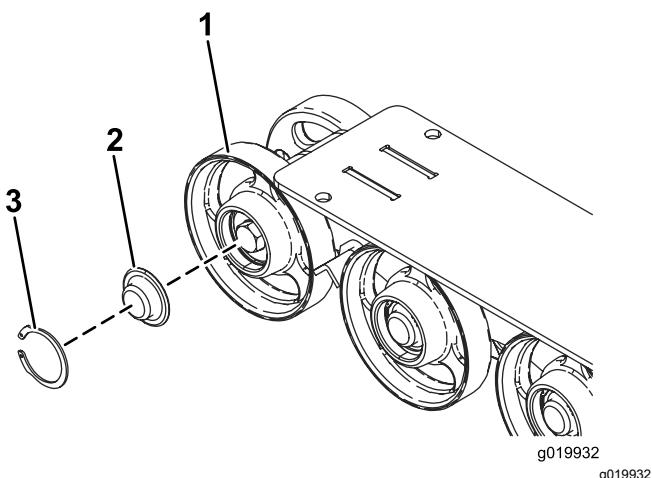

Figura 51
5. Retire la anilla a presión y el tapón de una de las ruedas de rodaje (Figura 51).
6. Compruebe la grasa que hay debajo del tapón y alrededor de la junta (Figura 51). Si está sucia, tiene arena o queda poca grasa, elimine toda la grasa, cambie la junta y añada grasa nueva.
8. Coloque el tapón engrasado sobre la cabeza del perno (Figura 51).
9. Sujete el tapón de la rueda de rodaje con la anilla a presión (Figura 51).